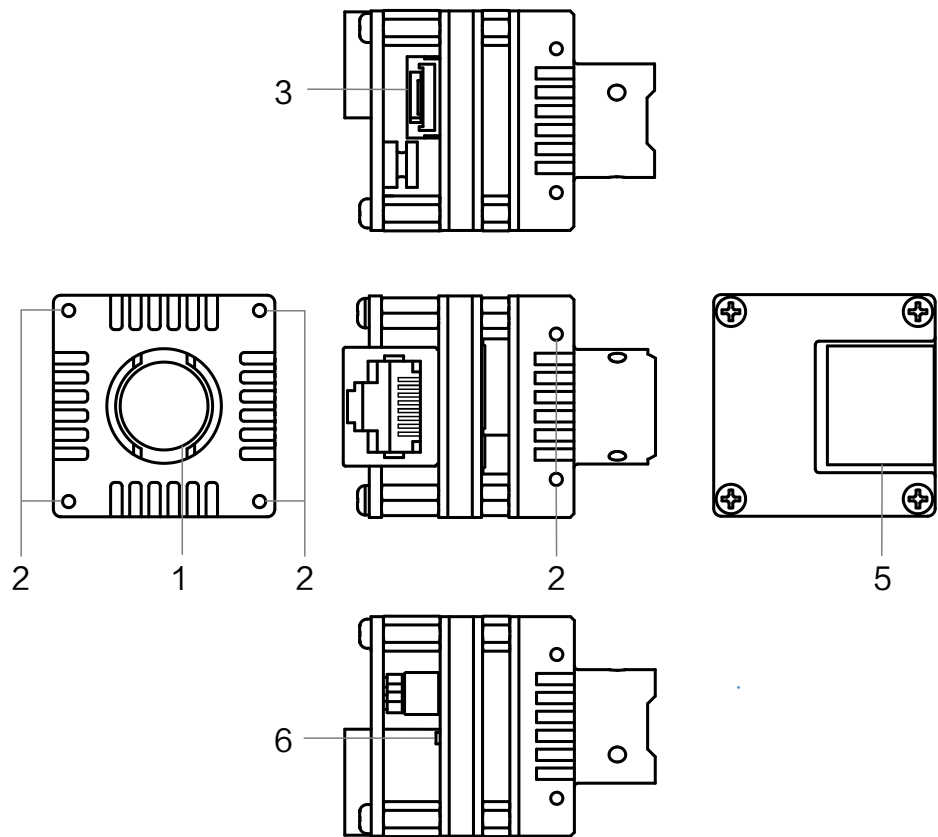

图1-2 M12 口前盖, RJ45 网口相机外观
- 图 1-2 为 M12 口前盖，RJ45 网口结构的相机外观。